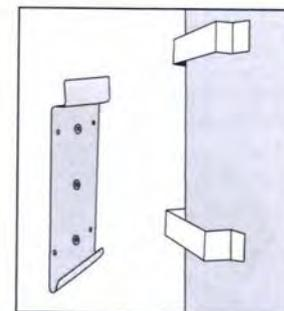

FIGURE 1
4. Закрепите коллектор на монтажной пластине (рис.1).